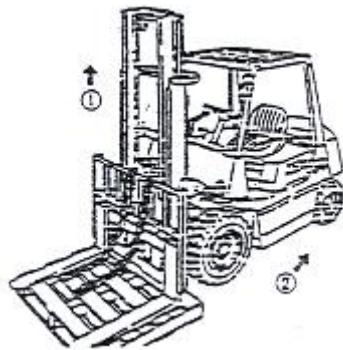

Рис. 2-71
- (1) Поместите паллет на вилы погрузчика и поставьте его на ровную поверхность.
- (2) Опустите вилы, чтобы паллет коснулся земли
- (3) Отсоедините верхнее крепление цепи и снимите цепь с колеса.
- (4) Поднимите внутреннюю мачту (Поз. 1 на Рис. 2-71)
- (5) Сдайте на погрузчике назад после подтверждения того, что каретка вил была отсоединенна от внутренней мачты (Поз. 2 на Рис. 2-71).
- (6) Замените главный ролик.